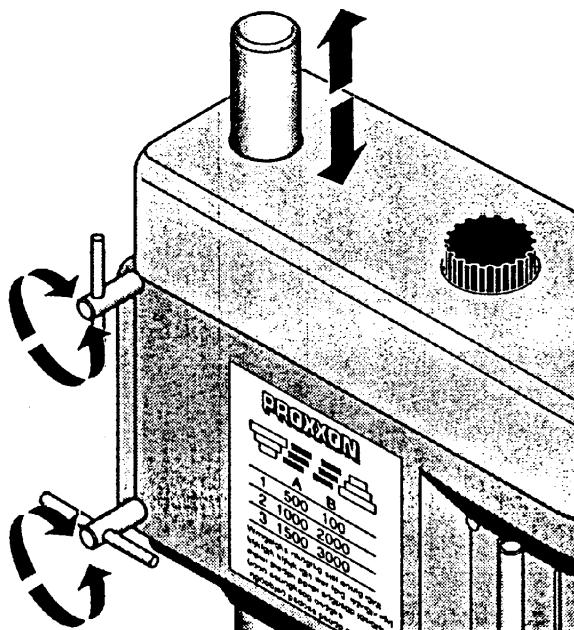

Fig. 10
2. Beide Knebel-Schrauben (Fig. 10) lösen und Ausleger in der Höhe verschieben, bis der Abstand zwischen Bohrer und Werkstück ca. 2 bis 5 mm beträgt.
2. Loosen both handle screws (Fig. 10) and adjust the height of the drill head until the distance between drill and work piece is approx. 2 to 5 mm.
2. Desserrer les deux manettes (Fig. 10) et régler la hauteur de la tête de sorte que la distance entre l'outil et la pièce soit d'env. 2 à 5 mm.
2. Allentare entrambe le viti ad alette (fig. 10) e spostare il braccio in altezza finché la distanza tra la punta e il pezzo è di circa 2-5 mm .